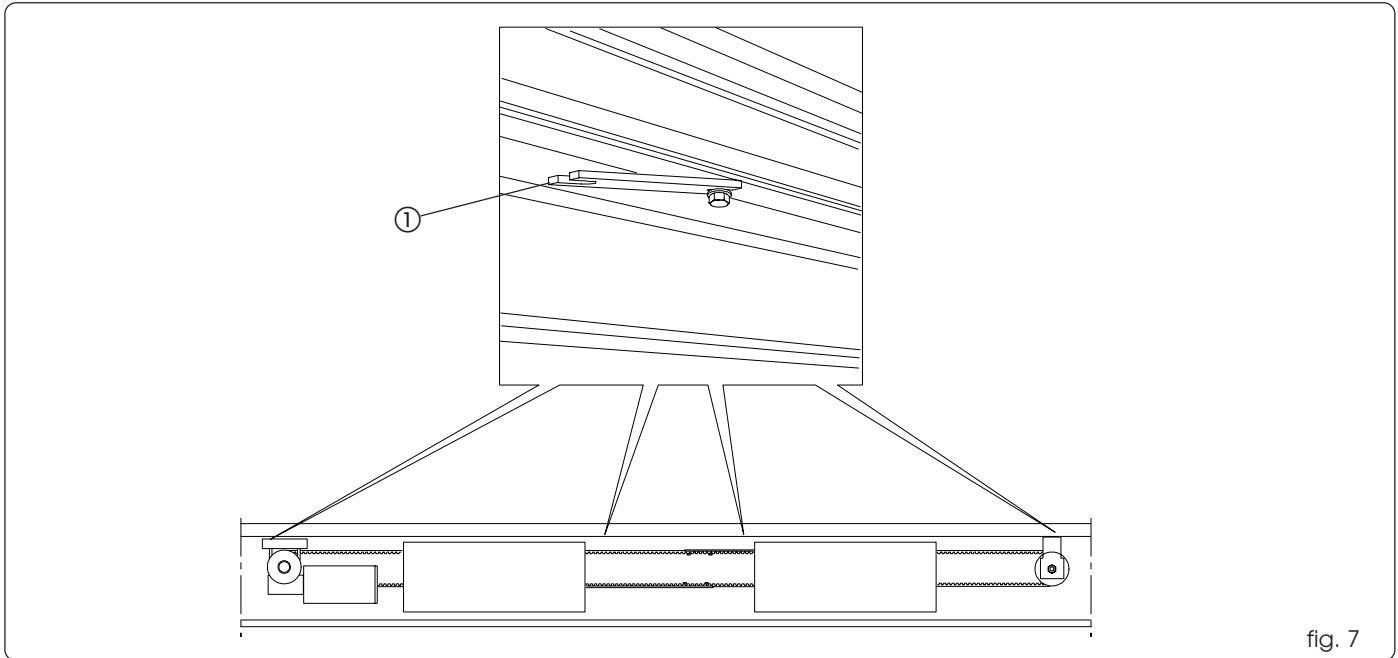

fig. 7
Demonteer de aandrijfmodule door de moeren van de bevestigingsplaten los te draaien, en door maar één moer per plaat weg te halen (fig. 7 ref. ①).